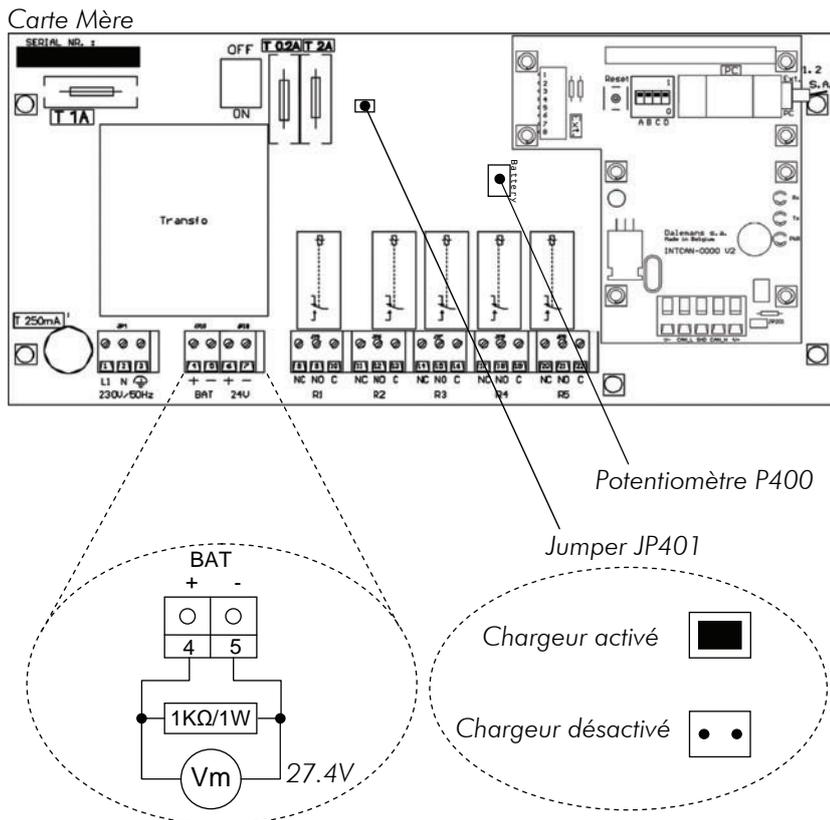

Fig. 57
Pour désactiver le chargeur, ôter le jumper JP401 (Fig. 57).
- A l'aide du potentiomètre P400 (Fig. 57) régler la tension à 27,4 V.